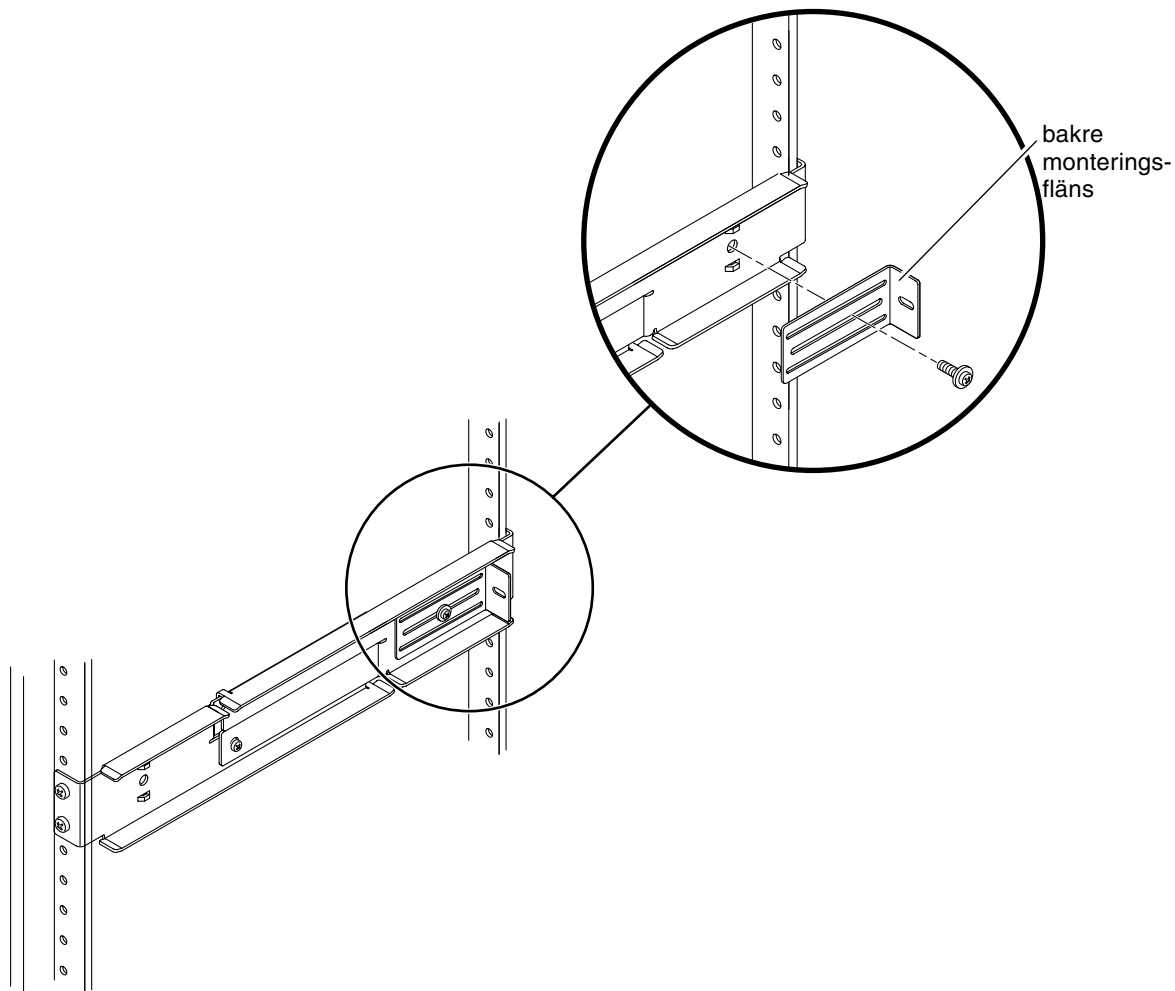

BILD 3-18 Installera bakre monteringsfläns på den justerbara skenan
8. Använd en M5 × 10 SEM-skruv för varje monteringsfläns och installera de bakre monteringsflänsarna löst på baksidorna av de justerbara skenorna (BILD 3-18).
12. Skjut in servern till önskat djup i racket och gå sedan till systemets baksida och tryck de bakre monteringsflänsarna mot systemets baksida (BILD 3-18).
14. Ställ in de bakre monteringsflänsarna till önskat djup i racket och dra åt M5 × 10 SEM-skraven på varje sida så att det sitter fast på de justerbara skenorna (BILD 3-18).